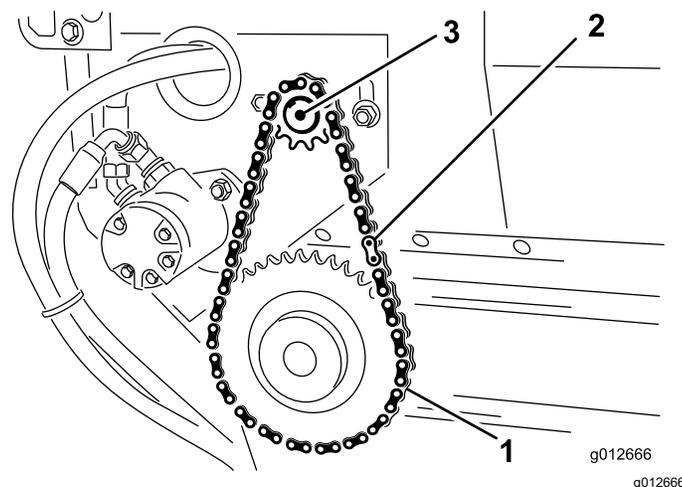

图 38
1. 将输送带链安装到小链轮上并用主链环固定输送带链 图 38。